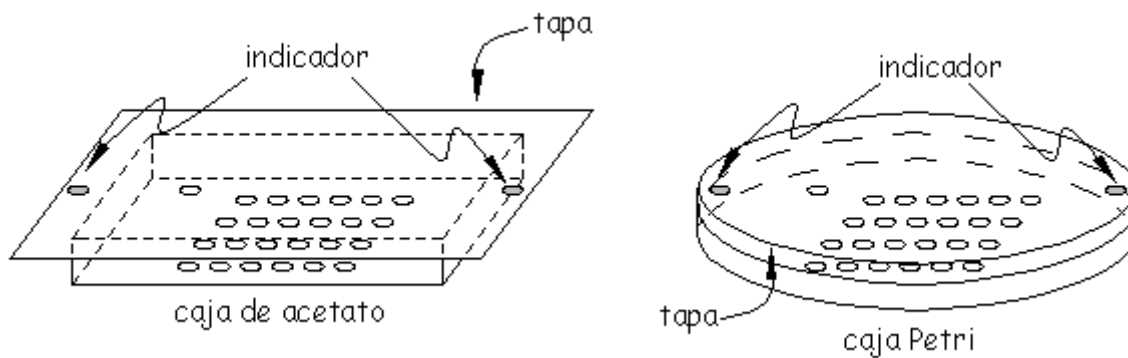

Figura 4
6. Coloca sobre la tapa dos gotas de indicador en las esquinas que no tienen sustancias. La presencia del amoníaco (NH₃) se detectará por el cambio de color en la solución del indicador. Utiliza las gotas de la tapa para comparar y apreciar mejor los cambios de color del indicador (Figura 4).